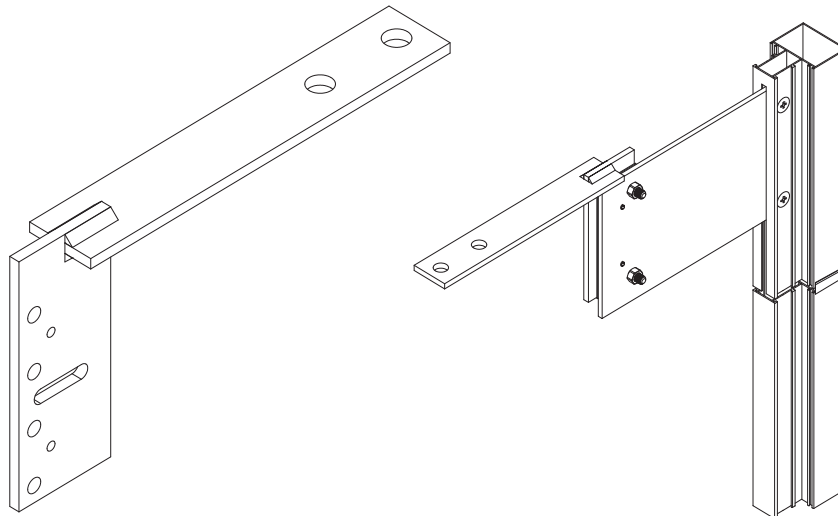

Рис. 16.30
- кронштейн АУРС.VC65.0760 соединяется со стойкой через дистанционную пластину, отрезаемую в необходимый размер, что позволяет использовать его при больших отстоях (120...250 мм) блоков каркаса витража от плит перекрытия. Сверление отверстий под крепежные элементы осуществляется на монтаже по месту (рис. 16.30);